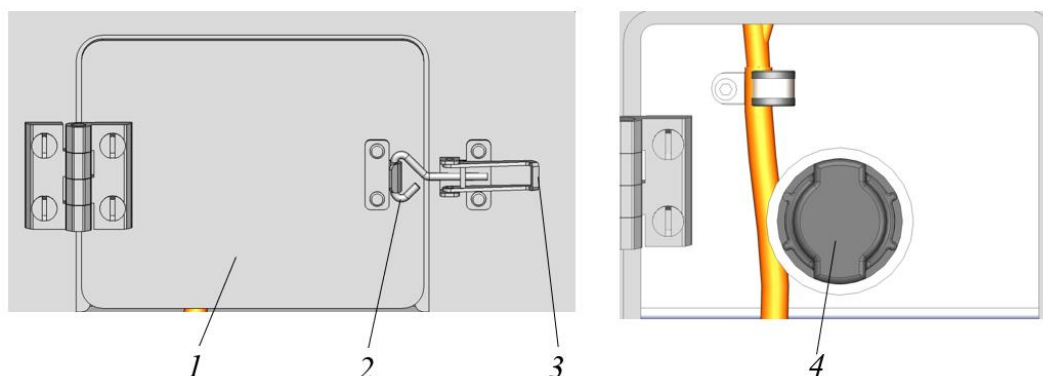

Рисунок 5.75. Лючок в лобовине рамы
- ▶ Открыть крышку лючка в лобовине рамы, см. рис. 5.75.
- ▶ Для открытия лючка необходимо поднять замок крышки лючка 3 вверх, отодвинуть фиксатор замка 2 и открыть крышку лючка 1, см. рис. 5.75.
Для открытия лючка необходимо нажать на фиксатор замка 2, поднять вверх до упора замок крышки лючка 3, за язычок 1 открыть крышку лючка, как показано на рис. 5.75 слева.
- ▶ Осторожно, приоткрыть крышку наливной горловины 4, рис. 5.75, повернув ее против направления часовой стрелки.
- ▶ Открыть крышку наливной горловины (для исключения попадания грязи внутрь, крышку с горловины не снимать), рис. 5.75.
- Снять крышку наливной горловины 4 с расширительного бачка, рис. 5.75.
- ▶ Закрывать крышку наливной горловины, рис. 5.75.